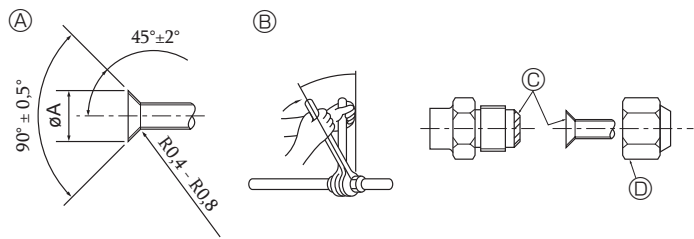

Fig. 4-1
4.2. Խողովակների միացում (Fig. 4-1)